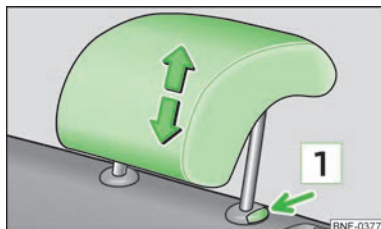

Bild 37
- Fatta nackstödet på sidorna med båda händerna och skjut det uppåt » bild 37.
- Tryck på låsknappen [1] » bild 37 med en hand och håll den nedtryckt och dra ut nackstödet med den andra handen.